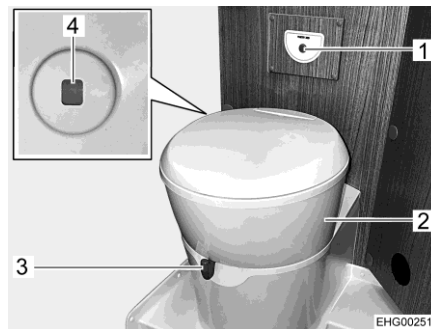

Bild 132 Toilette
Die Toilettenschüssel kann in die gewünschte Position gedreht werden. Dazu mit beiden Händen das Oberteil (Bild 132,2) der Toilette fassen und drehen. Die Bedieneinheit mit dem Spülknopf (Bild 132,1) ist in der Nähe der Toilettenschüssel angebracht.
Die Füllstandsanzeige (Bild 132,4) ändert die Farbe von Grün auf Rot, wenn der Fäkalientank entleert werden muss.
- Vor dem Spülen den Schieber der Toilette öffnen. Dazu den Schieberhebel (Bild 132,3) entgegen dem Uhrzeigersinn schieben.
- Zum Spülen den blauen Spülknopf (Bild 132,1) drücken.